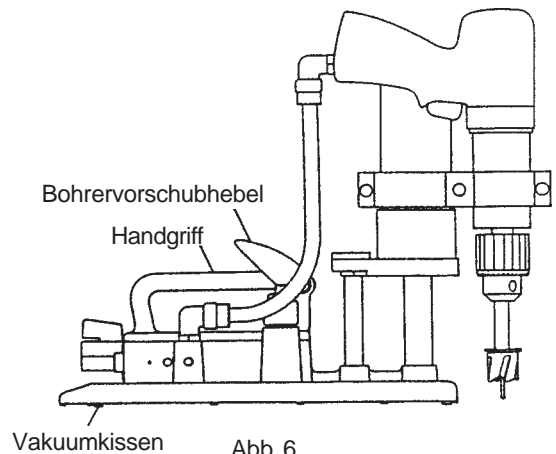

Abb. 6
10. Um präzise am gewünschten Ort zu bohren, den Bohrervorschubhebel mit dem linken Daumen drücken, bis der Bohrer bis zur maximalen Stellung vorgeschoben ist, wie in Abb. 6 gezeigt. Die Mitte der Schneidspitze auf die Körnermarkierung setzen. Das Vakuumkissen auf gleichen Abstand oder eben mit der Arbeitsfläche halten und langsam den Daumendruck der linken Hand auf dem Bohrervorschubhebel lösen, bis das